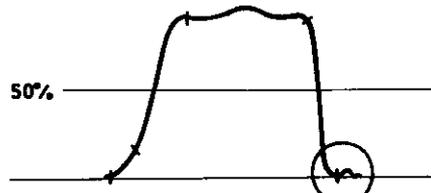

Fig: 7
5. Visser 327 pour obtenir la courbe de la figure 7, reprendre 324 - 326 - 327 si nécessaire.
Amener le pied de la courbe (côté 39,2 MHz) au centre de l'écran de l'oscilloscope, dilater au maximum pour avoir la courbe (fig. 7 partie entourée).
Après réglage des rejecteurs on vérifiera que la courbe de réponse est toujours conforme à la figure 7, retoucher éventuellement 324 et 326.